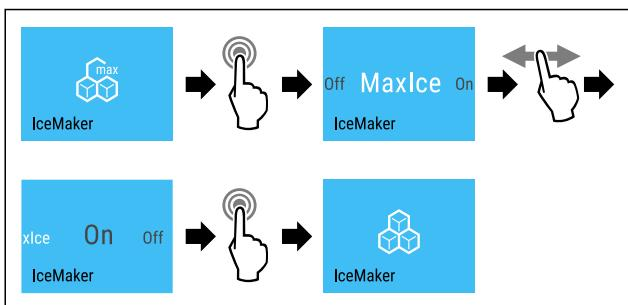

Fig. 22
- Izvedite zahtevane korake (glejte Fig. 22) .